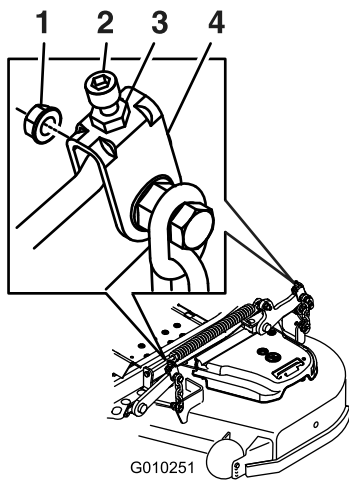

Figura 89
10. Si es necesario, afloje la tuerca "whizlock" del lateral de la horquilla y la contratuerca de la parte superior. Gire el tornillo de ajuste hasta obtener una altura de 7.6 mm (3 pulg.) (ver Figura 89).
16. Gire el tornillo de ajuste hasta obtener una altura de 8.3 cm (3-1/4 pulg.) (Figura 89).